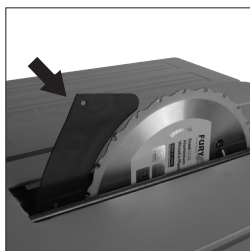

Abb. 19
- Heben Sie das Sägeblatt ganz nach oben, um den Spaltkeil vollständig freizugeben. **(Abb. 19)**